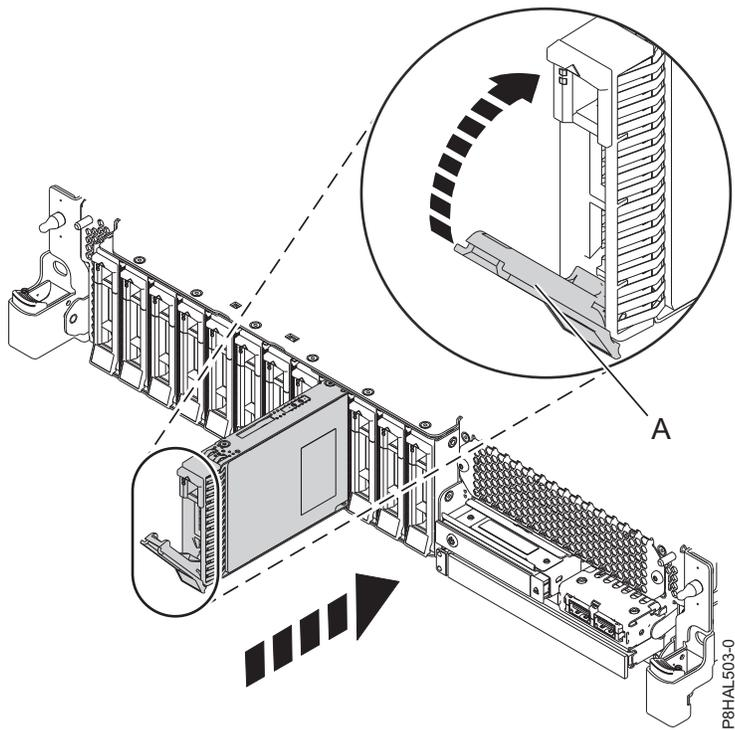
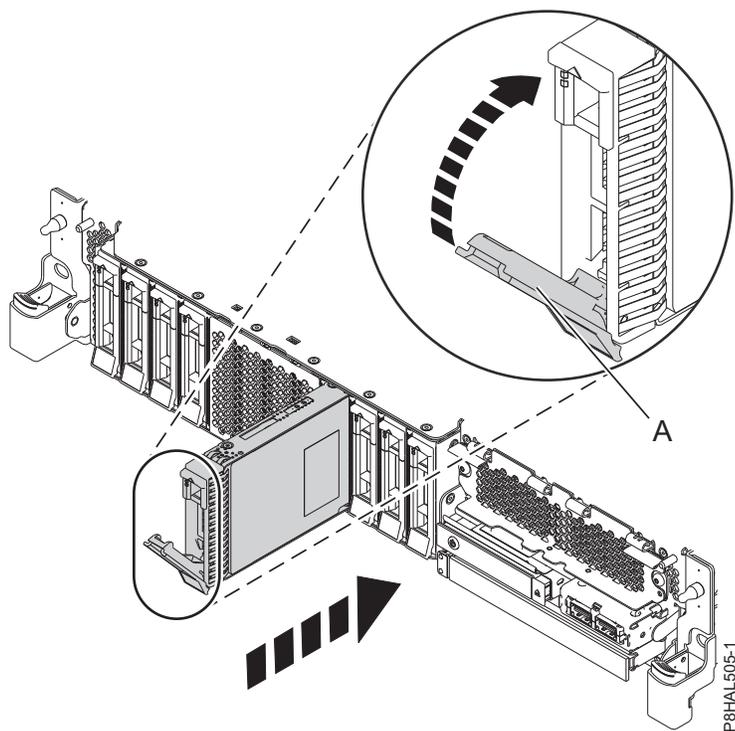

Figure 4. Installation d'une unité de disque dans un système à fonction de base 5148-21L, 5148-22L, 8247-21L, 8247-22L, 8284-21A ou 8284-22A
Figure 5. Installation d'une unité de disque dans un système à fonction étendue 5148-21L, 5148-22L, 8247-21L, 8247-22L, 8284-21A ou 8284-22A
3. Déverrouillez la poignée de la baie d'unité (A) en appuyant dessus et en la tirant vers vous. Si la poignée n'est pas complètement sortie, vous ne pouvez pas insérer l'unité dans le système. Voir figure 4, à la page 6 et figure 5, à la page 6.
5. Faites glisser complètement l'unité dans le système et poussez la poignée de la baie d'unité (A) jusqu'à ce qu'elle s'enclenche, comme illustré à la figure 4, à la page 6 et figure 5, à la page 6.